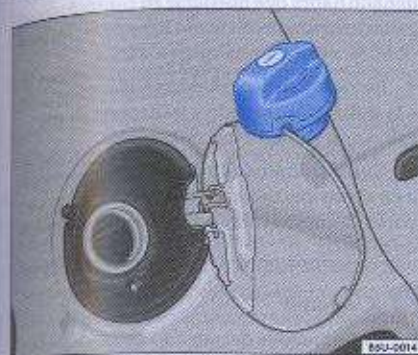

Fig. 106 Boquilla de llenado y tapa del depósito de combustible
– Cuelgue la tapa de la boquilla de llenado conforme ⇒ fig. 106.
Después de la apertura de la boquilla de llenado, se puede colgar la tapa del depósito según ⇒ fig. 106.